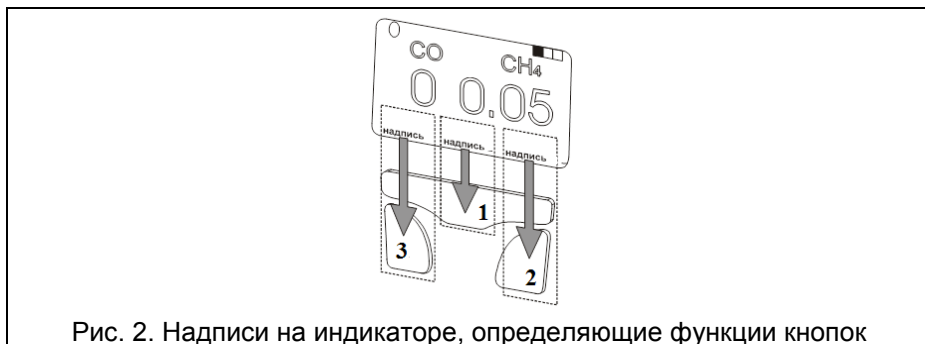

Рис. 2. Надписи на индикаторе, определяющие функции кнопок
1.4.2.2. Управление газоанализатором осуществляется с помощью трех кнопок пленочной клавиатуры. Кнопки управления (далее кнопки) не имеют постоянных функций, выполняемые ими команды определяются надписями на индикаторе (рис. 2). Далее при описании функций указывается наименование кнопки, соответствующее надписи на индикаторе, например, кнопка ИНФО.
Для включения газоанализатора нажмите и удерживайте кнопку ВКЛЮЧЕНИЕ 1 (см. рис. 2) до появления на индикаторе надписи: